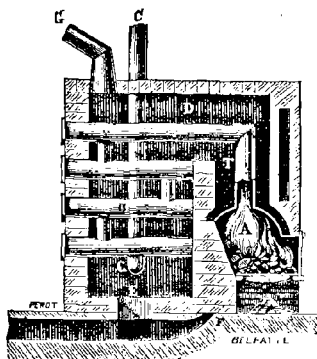

Fig. 75.
2. C'est au commencement de notre siècle que le chauffage à air chaud a été remis en honneur. Depuis cette époque, on a imaginé un très-grand nombre de systèmes pour l'appliquer. Un des plus simples est celui de l'ingénieur Grouvelle, dont la figure 75